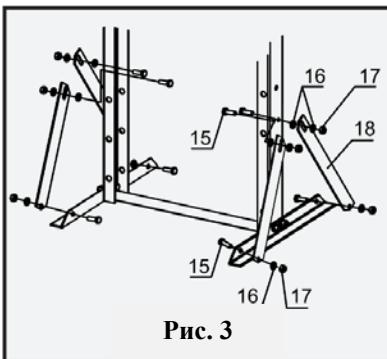

Рис. 3
- Закрепите боковые упоры (18) на стойках рамы и опоре основания при помощи болтов (15), шайб (16) и гаек (17). Смотрите рис. 3.